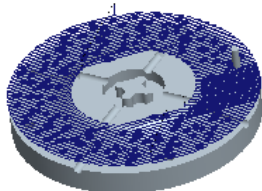
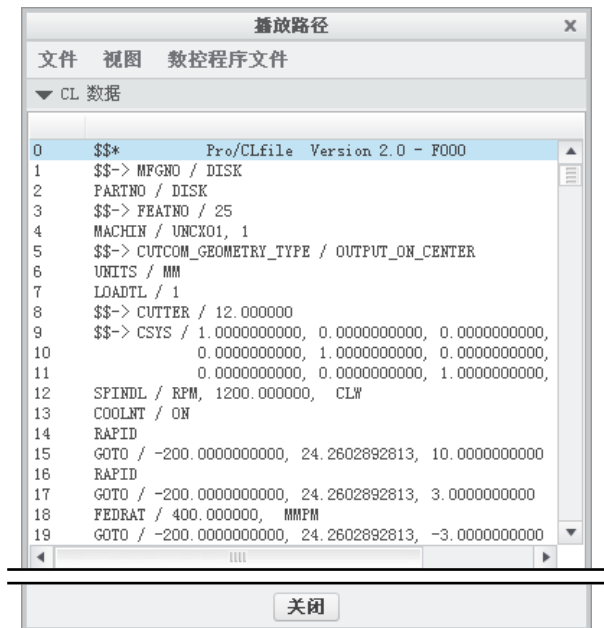

图 10.1.22 刀具路径
图 10.1.23 查看 CL 数据
Step3. 单击“播放路径”对话框中的  按钮, 观测刀具的路径, 如图 10.1.22 所示。单击 **▶ CL 数据** 栏可以打开窗口查看生成的 CL 数据, 如图 10.1.23 所示。